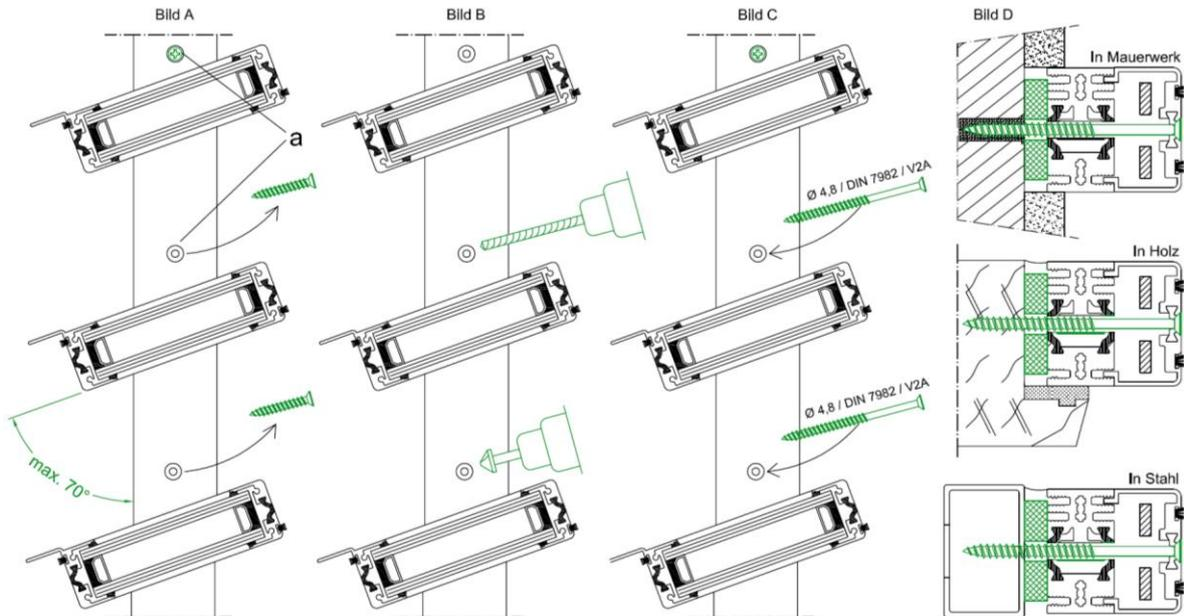

Abb. 11 Zeichnungsdarstellung am Beispiel S9-iVt-05
- Lamellenfenster max. 70° öffnen (Schubstangen können sonst beschädigt werden) (Abb. 11, Bild A).
- Durch Elementrahmen bohren (Bohrer Ø 5 mm), Unterkonstruktion nur anbohren (Abb. 11, Bild B).
- Kernlochbohrung für Ø 4,8 mm Senkschraube in Unterkonstruktion setzen (Abb. 11, Bild B). Bei Befestigung in Mauerwerk muss das Lamellenfenster für die Dübelmontage nochmals herausgenommen oder aus der Laibung geneigt werden.
- Senkung im Beschlag, passend für Schraubenkopf (Senkschraube Ø 4,8 mm) vergrößern (Abb. 11, Bild B)
- Senkschraube Ø 4,8 mm (Edelstahl A2) durch Elementrahmen eindrehen, aber noch nicht anziehen (Abb. 11, Bild C)
- Alle Schraubverbindungen zwischen Lamellenfenster und Wand druckfest hinterfütern (Abb. 11, Bilder D). Dies ist notwendig, um ein Auseinanderziehen des Elementrahmens zu verhindern.